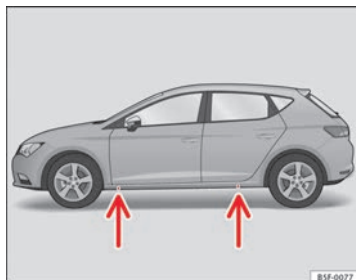

Fig. 128 Traverse : repères
- Rechercher sur le bas de caisse le point d'appui (zone renforcée) le plus proche de la roue à changer ⇒ fig. 128. Derrière ce repère se trouve, sur le bas de caisse, le point d'appui du cric*.